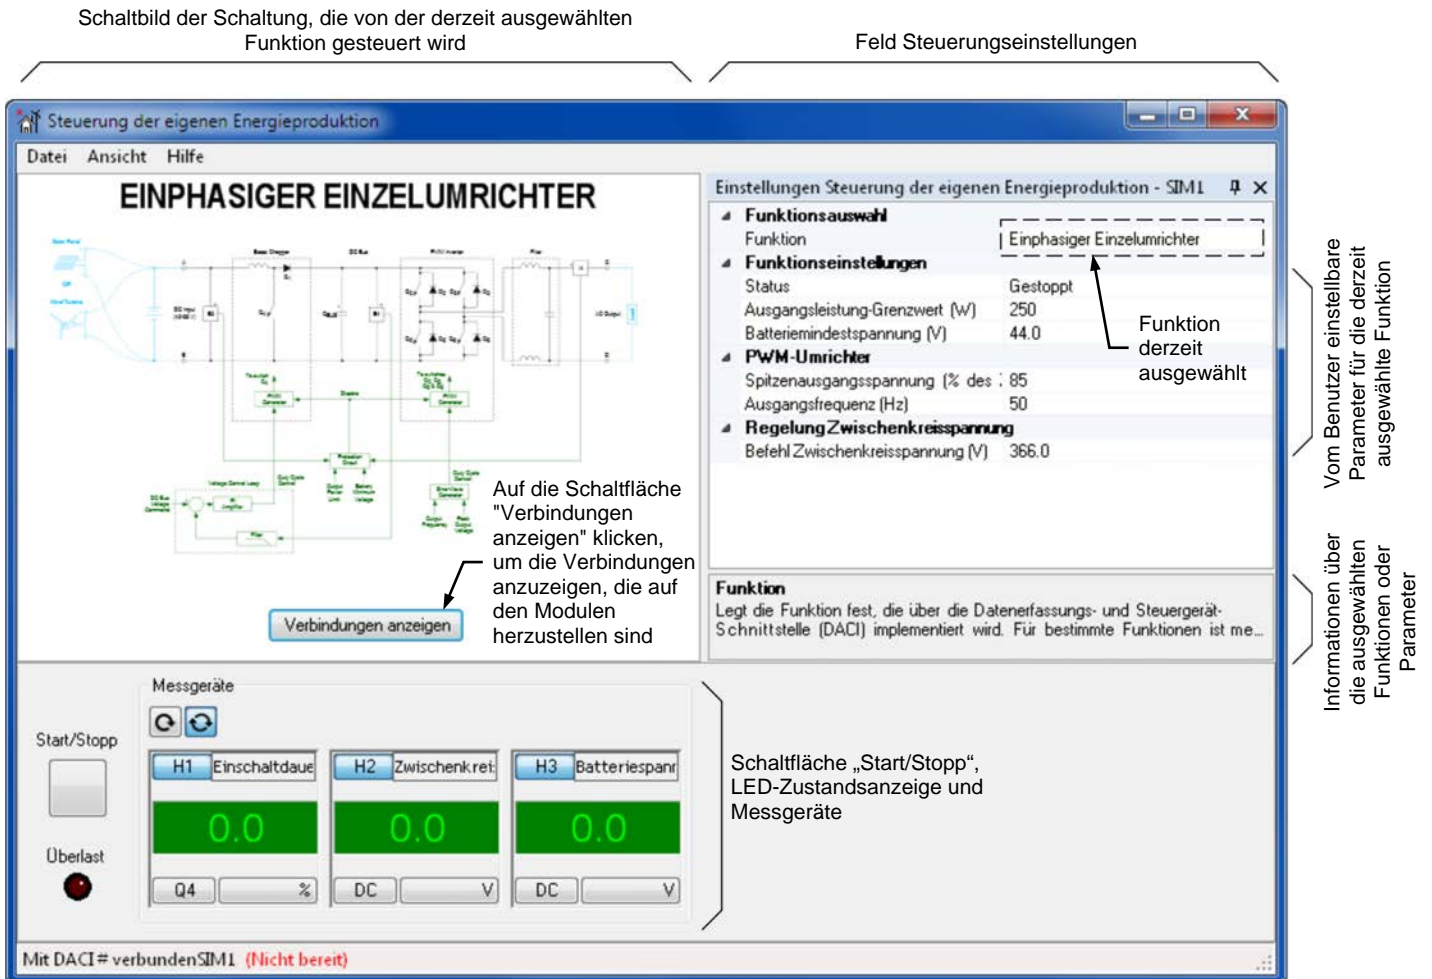

Abbildung 10. Fenster *Steuerung der eigenen Energieproduktion*.
14. Beim Start einer Steuerfunktion erscheint ein Steuerungsfenster, in dem Sie die Funktion wählen können, die implementiert werden soll, und deren Parameter einstellen können. Beispielsweise zeigt Abbildung 10 das Fenster, welches erscheint, wenn die Funktion ***Steuerung der eigenen Energieproduktion*** gewählt wird.
- Im Feld *Steuerungseinstellungen* im Steuerungsfenster können Sie die Funktion wählen, die implementiert werden soll, und die Parameter für diese Funktion einstellen. In Abbildung 10 ist beispielsweise die Funktion *Einphasiger Einzelumrichter* gewählt. Um irgendeinen Parameter für diese Funktion einzustellen, auf den Parameter-Namen klicken und den gewünschten Wert eingeben, oder im Feld neben dem Parameter die gewünschte Option wählen. Der untere Bereich des Feldes *Steuerungseinstellungen* zeigt Informationen über die Funktion oder den Parameter, die derzeit ausgewählt sind.
- Schließlich zeigt das Steuerungsfenster den Schaltplan des Kreises, der von der Funktion gesteuert wird, die im Feld *Steuerungseinstellungen* ausgewählt ist. Durch Klick auf die Schaltfläche *Verbindungen anzeigen* unterhalb des Schaltplans erscheint das Fenster *Verbindungen*. Es zeigt die Verbindungen, die an den Modulen herzustellen sind, um die Geräte für die gewählte Funktion einzurichten (siehe Abbildung 11). Die im Fenster *Verbindungen* angezeigten Verbindungen entsprechen den schwarzen Linien in Abbildung 10.